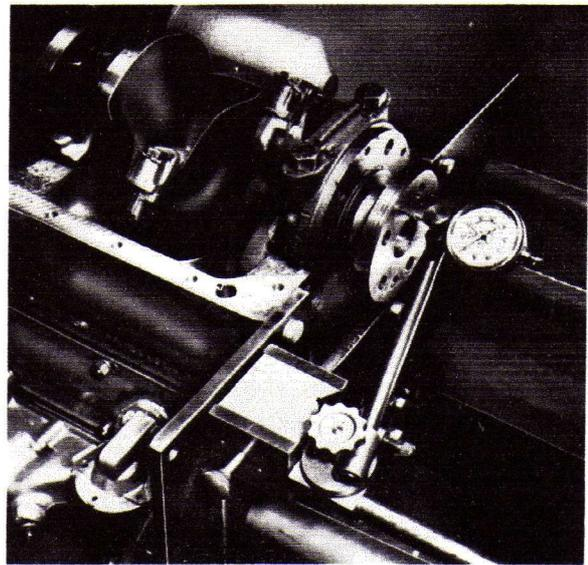

Fig. 34
- Pousser alternativement le vilebrequin vers l'AV, puis vers l'AR, et mesurer le jeu sur le flasque AR de celui-ci à l'aide d'un comparateur ou, à défaut d'un jeu de jauges d'épaisseur (fig. 34 et 35).